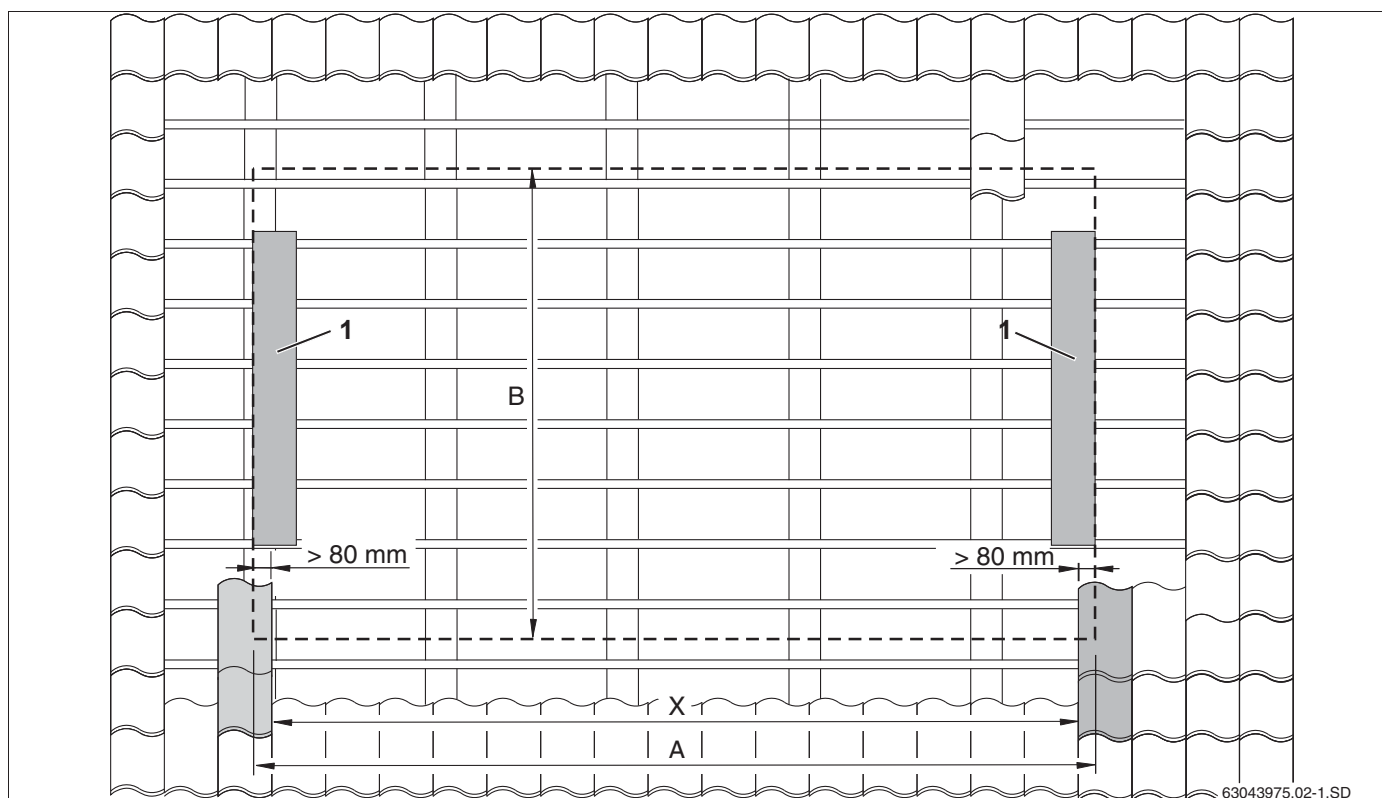

Рис. 8 Определение точного положения поля коллекторов
- ▶ Определите и отметьте на крыше размер X (расстояние между черепицами, лежащими на боковых накладных листах, рис. 8, поз. 1).
- ▶ Установите самый нижний ряд черепицы учетом размера В (рис. 8) (рис. 8, поз. 2).